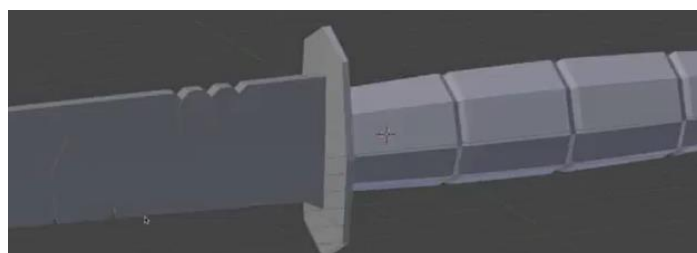

Figura 13. Detalhes a colocar no modelo da faca, usando a ferramenta **knife**.
- Usando a ferramenta **knife**, continue a modelação da faca de forma a ficar com pormenores semelhantes aos que se apresentam na Figura 13.